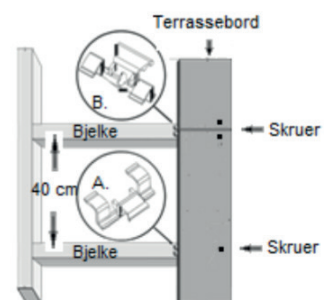

fig. 8
- På motsatt langside av det første bordet festes klipsen i bjelkene med den enkle leppen i sporet på terrassebordet. I skjøt mellom to bord brukes klips som er beregnet for dette. (B på fig. 8). Klipsen festes i bjelken med skrue.